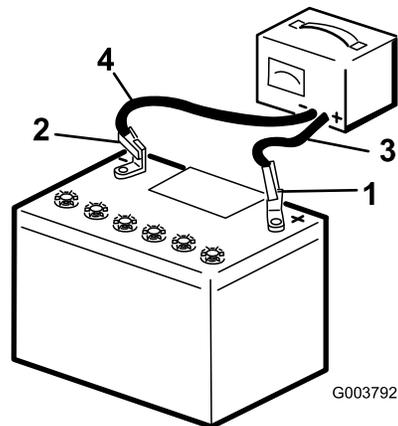

Figura 41
- Cargue la batería a un ritmo de 3 a 4 amperios durante 4 a 8 horas (Figura 41). No sobrecargue la batería.
- Quando la batería esté completamente cargada, desconecte el cargador de la toma de electricidad, luego desconecte los cables del cargador de los bornes de la batería (Figura 41).